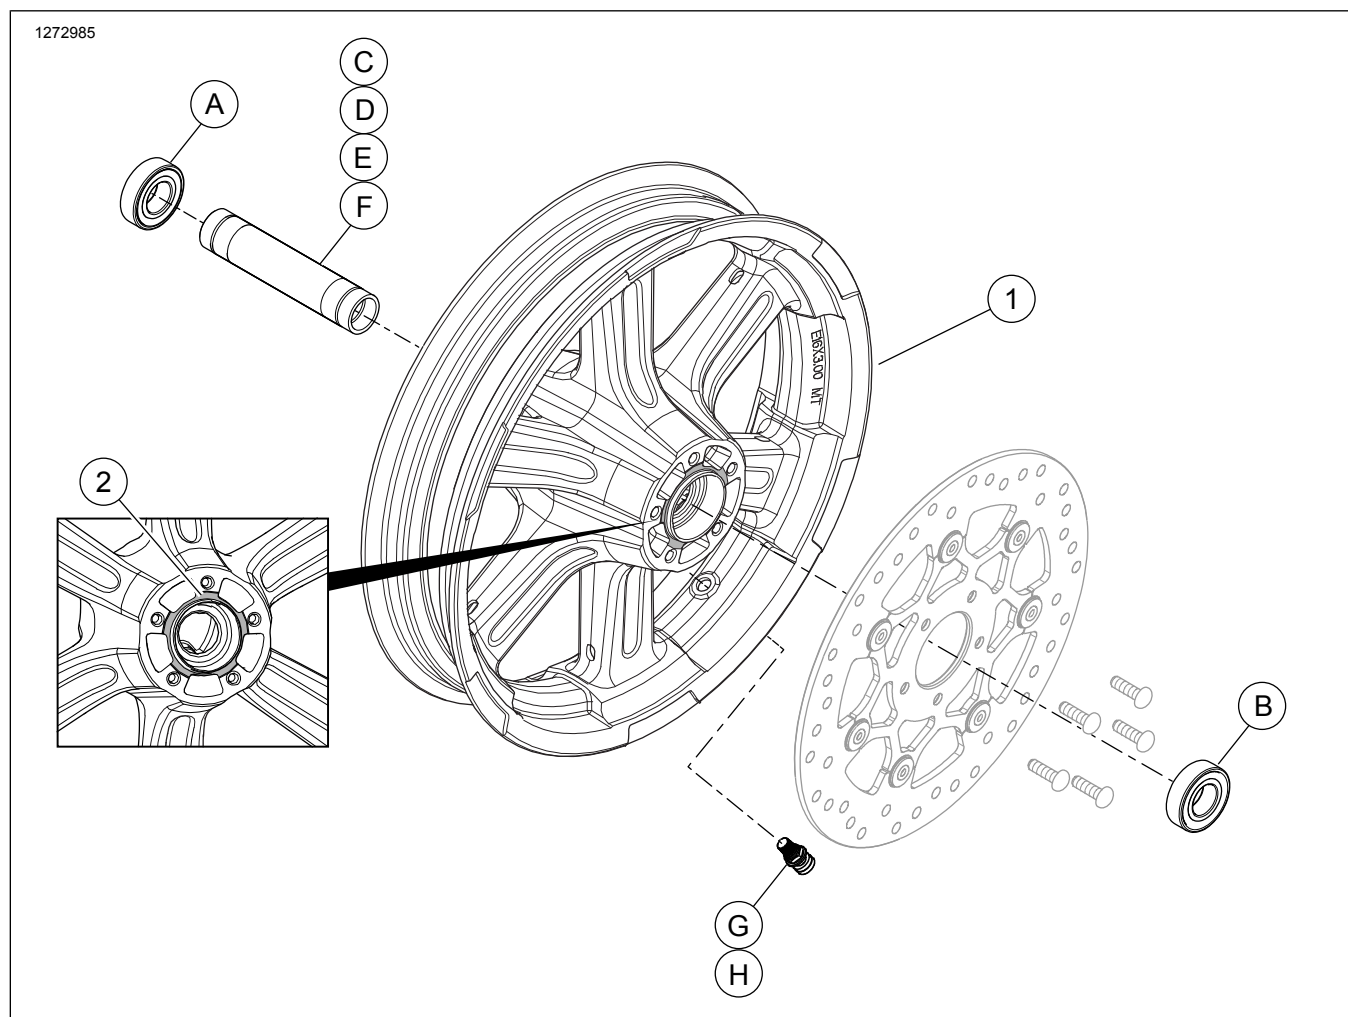

Figura 2. Peças de reposição: Kit de roda dianteira
Este kit inclui somente uma roda personalizada. Veja Figura 2 e Tabela 3 para obter o conteúdo do kit.
2. Veja Figura 2 . Instale o conjunto da haste de válvulas na roda. Veja o Manual de serviço.